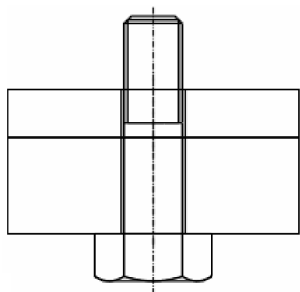

图 9-53 完成第 3 个零件的装配
(10) 注意到此时状态区显示为“完全约束”, 在图形区单击鼠标中键, 完成第 3 个零件的装配, 如图 9-53 所示。